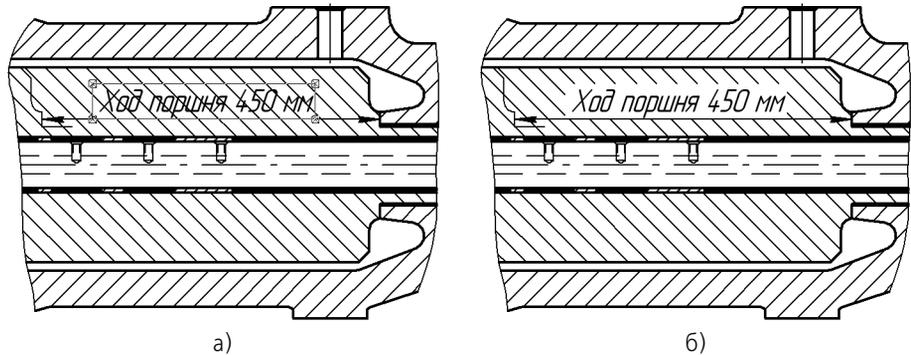

Рис. 37.8. Использование временной ломаной линии в качестве границы области очистки:
Если границей очищаемой области является ломаная, не совпадающая полностью ни с одним из имеющихся контуров (рис. 37.8), сформируйте ее вручную. Для этого нажмите кнопку **Ручное рисование границ**. Дальнейший порядок действий описан в разделе 20.1.1 на с. 165.
- ▼ Если в числе объектов, частично попавших в область для очистки, есть объекты оформления (линии-выноски, обозначения баз, допусков формы и т.п.), то в большинстве случаев они удаляются полностью. Размеры имеют следующую особенность: они не удаляются, если в области для очистки оказалась размерная надпись. Благодаря этому можно получать изображения, показанные на рис. 37.8.